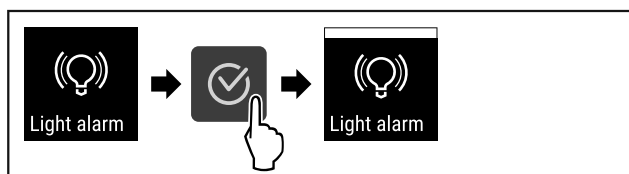

Fig. 89
- ▶ Eseguire i passi (vedere Fig. 89) .